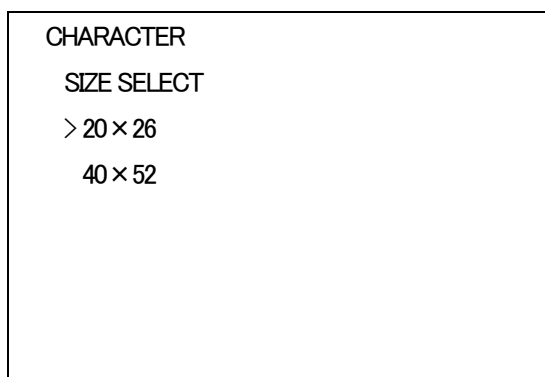

図4-6 オンスクリーンメニュー(SIZE SELECT例)
- 1) キャラクターメニューで「SIZE SELECT」を選択し、**ENTER**ボタンを押すと図4-6のような設定メニューが表示されます。